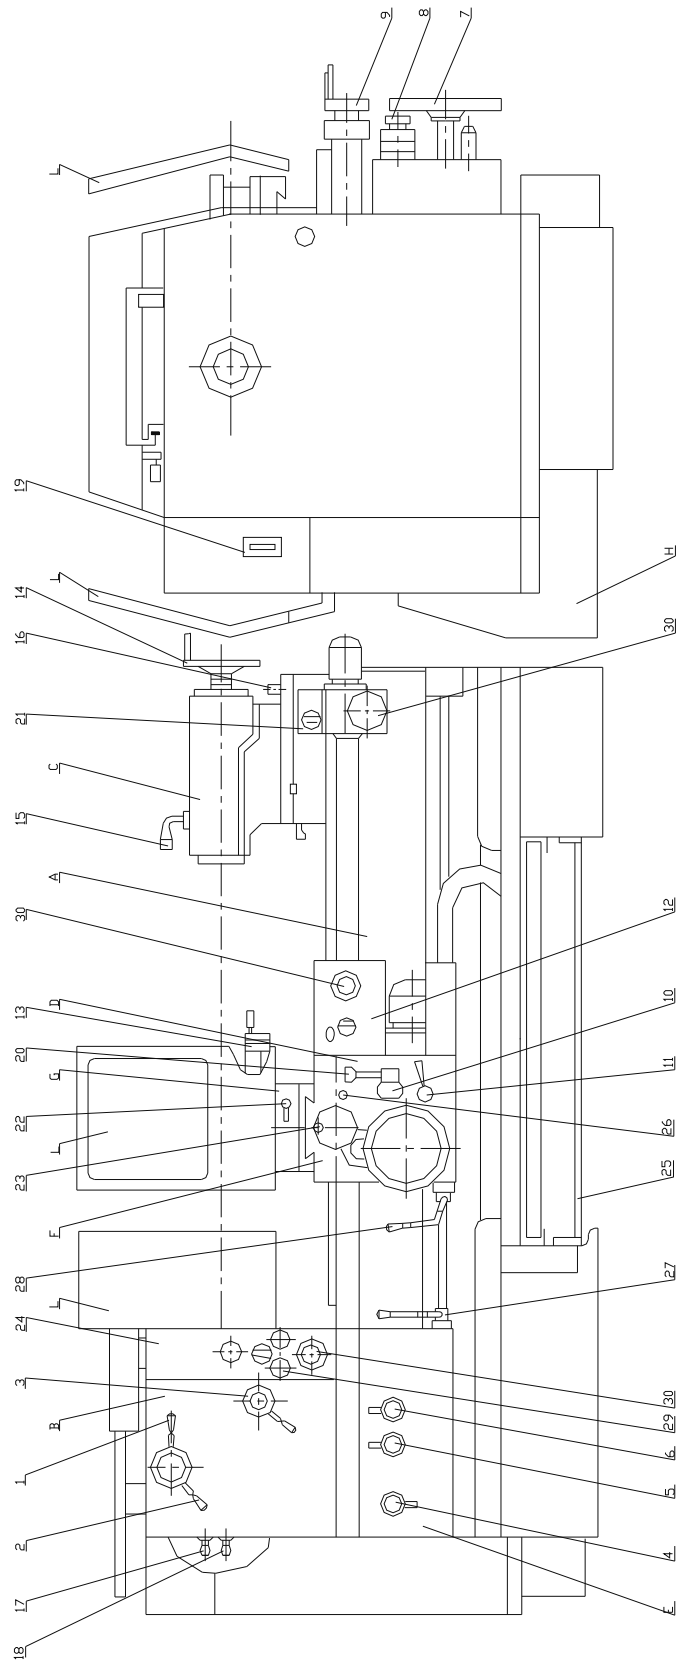
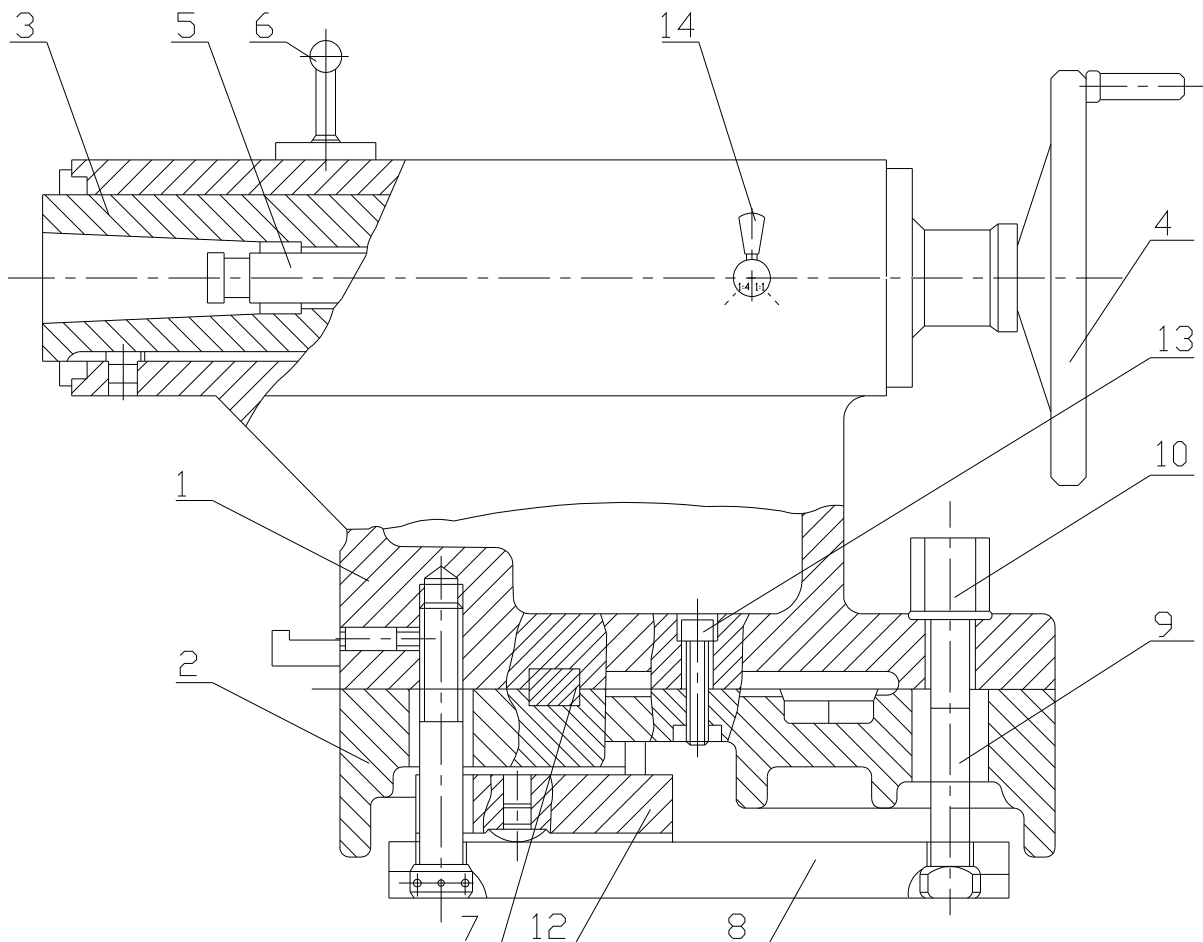
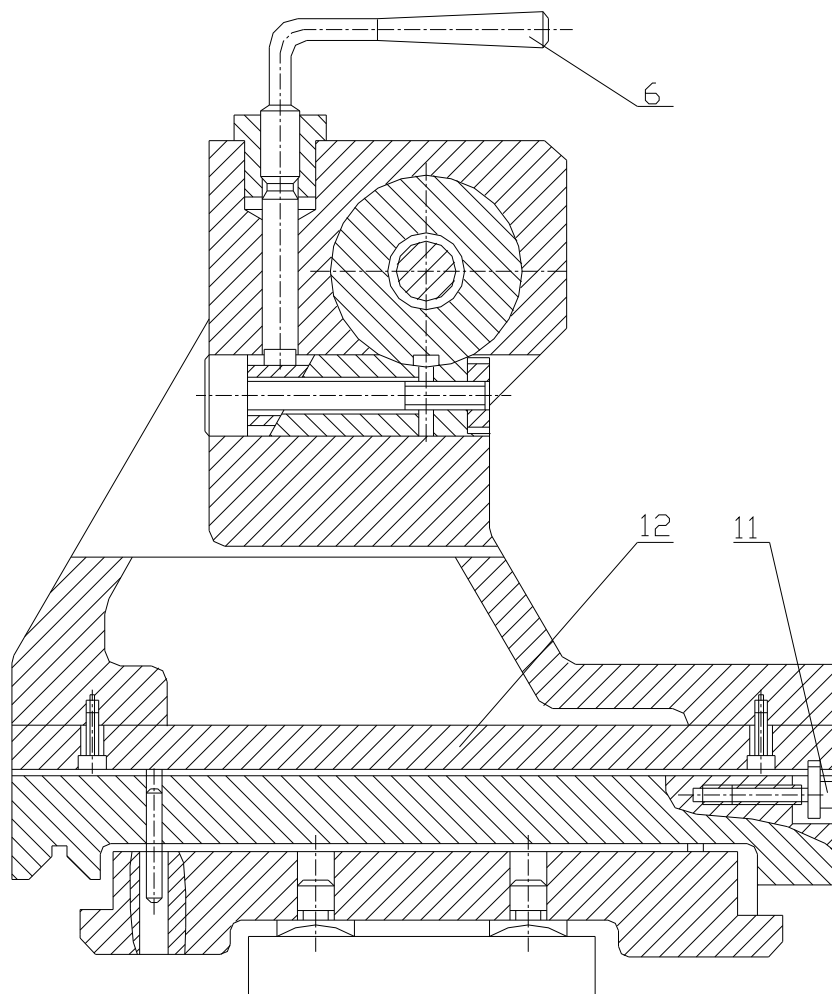

Рис.4
Рис.6
Рис.7
Посредством главного размыкателя 19 рис.4 станок подключается к питающей сети. Загорание сигнальной лампы показывает, что станок питается
Существуют варианты с дополнительной “Аварийной стоп-педалью” 25 рис.4, чье исполнение производится по дополнительной заявке.
4.2. ОСНОВНЫЕ УЗЛЫ (Рис. 4.)
Основные узлы станка показаны на рис.4
Примечание: Позиция K не отображена на рис.4
4.3. ОРГАНЫ УПРАВЛЕНИЯ (Рис. 4.)
Органы управления станка показаны на рис.4
5.1. СТАНИНА (РИС.4 ПОЗ.А)
5.2. КОРОБКА СКОРОСТЕЙ (рис.4 поз.В)
Перемена направления вращения шпинделя производится через рукоятки 27 и 28 на рис.4.
5.3. ЗАДНЯЯ БАБКА (ПОЗ.С РИС.4 И РИС.6; 7; 8 И 9)
Подвижная бабка установлена и затянута к направляющим станины - рис.6 и рис.7.
Подвижная бабка центрируется на станине токарного станка по малой призматической направляющей, а зажим производится посредством планок 7 и 8, винта 9 и гайки 10. Для обрабатывания длинных конических поверхностей, с малым углом конуса обеспечено поперечное смещение пиноли рис.7, посредством винта 11 по направляющей шпонке 12, при этом застопоривание производится винтом 13 рис.8
5.4. КОРОБКА СУППОРТА (рис.4, поз.D)
5.5. КОРОБКА ПОДАЧ (рис.4, поз.E)